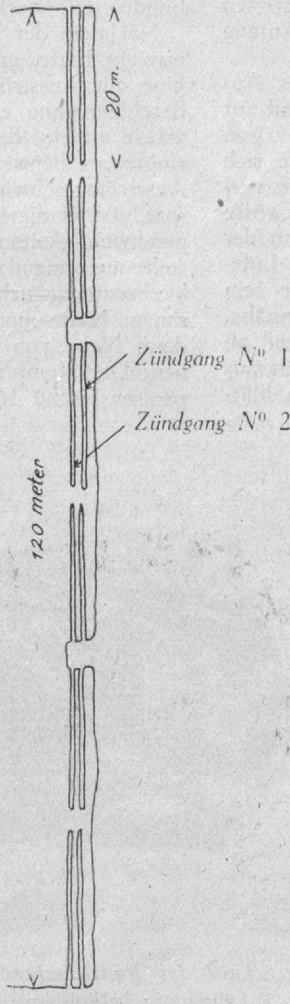

Bild 7
a) sei es, dass in langen Flözgängen die Rohre kettenartig angeordnet wurden (Bild 7),